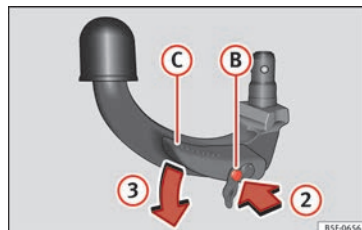

Fig. 222 Étape 2 :
- Appuyez sur la broche de déverrouillage (B) dans le sens de la flèche ② et appuyez simultanément sur le levier (C) dans le sens de la flèche ③ jusqu'à la butée » fig. 222.